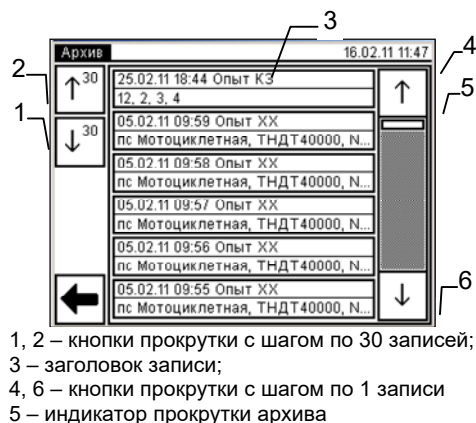

Рисунок 6.88
4) Начать работу с архивом, для чего в окне "Главное меню" нажать на кнопку  **Архив**. На экране откроется окно "Архив" (рисунок 6.88).
5) Для поиска нужной записи воспользоваться кнопками прокрутки (рисунок 6.88, поз. 1, 2, 4, 6).
6) Для просмотра нужной записи нажать на заголовке записи (рисунок 6.88, поз.3). На экране появится окно "Просмотр записи, опыт КЗ" с результатами измерения, сохраненными в данной записи (рисунок 6.89).